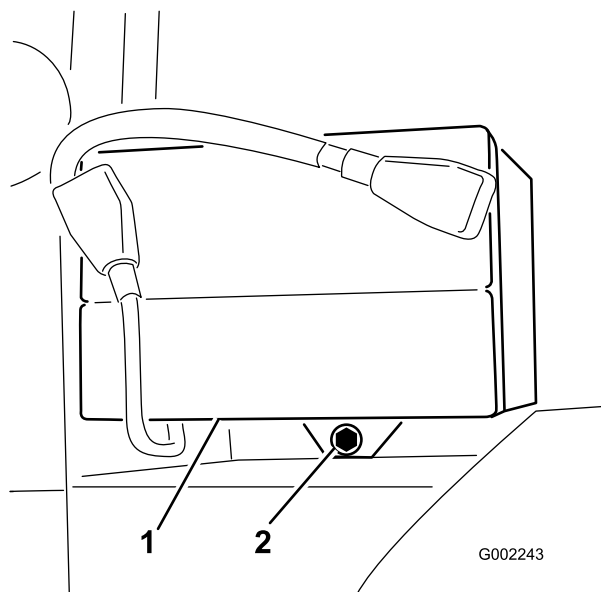

図 45
2. バッテリー・リテーナと固定金具を外す（図 45）。
3. バッテリー押さえを元通りに取り付ける（図 45）。